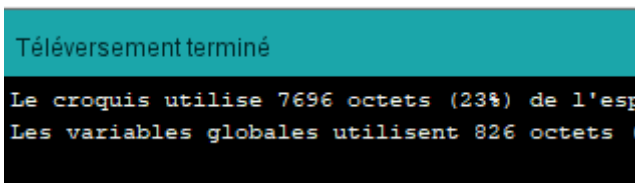

Figure 15: Téléversement terminé
- Attendre qu'il y ai écrit « Téléversement terminé » (fig 15)